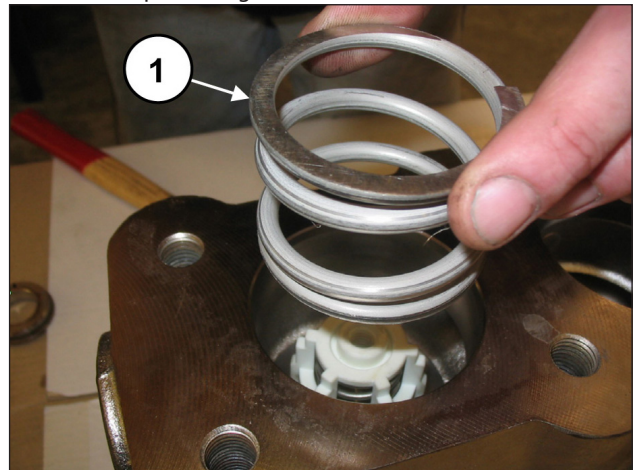

Fig. 81
Solte a mola (pos. ①, Fig. 81).